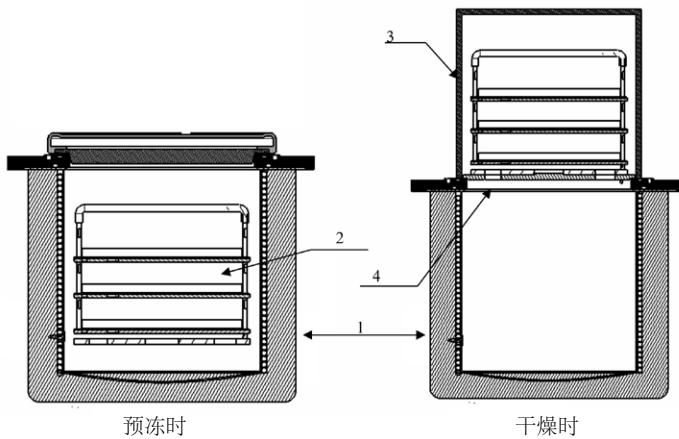

图 2 预冻、干燥时的设备状况示意图
- 2.2 将装有物料的托盘放置于冻干架上，再放入冷阱中，如图 2 中预冻时显示所示。